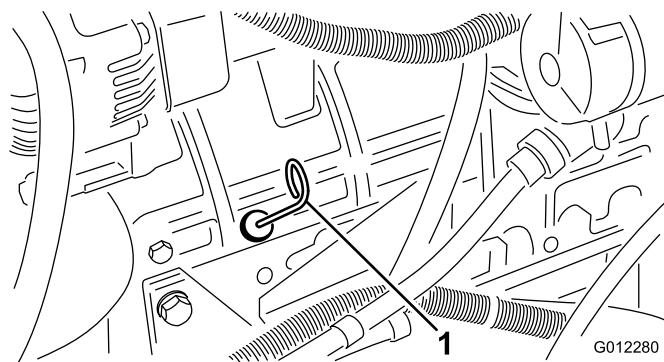

Figura 10
3. Togliete l'asta di livello, asciugatela e reinseritela (Figura 10).